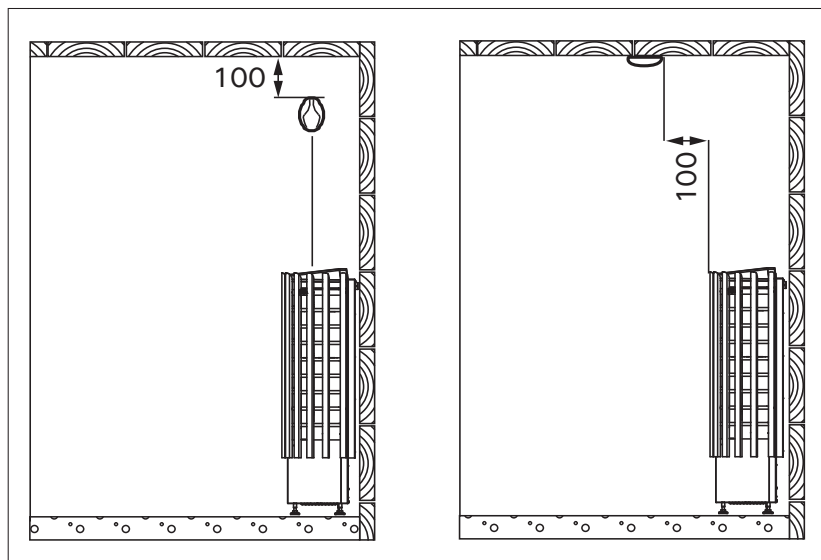

Рисунок 6. Установка датчиков (все размеры приведены в миллиметрах)
- Установите датчик (WX248) на стену сауны, как показано на рис. 6.